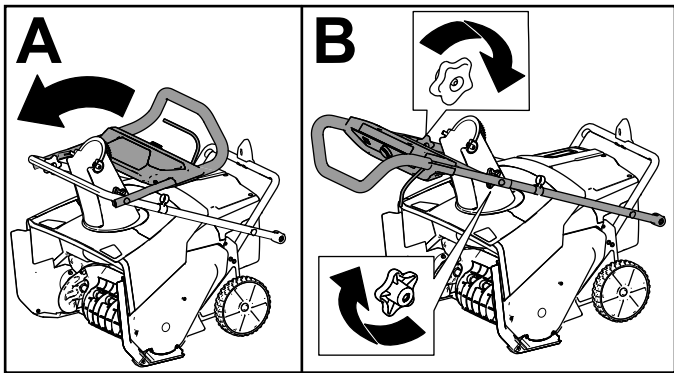

Bild 4
2. Klappen Sie den oberen Griff auf und lassen Sie die oberen Griffknöpfe einrasten (A in Bild 4).
3. Ziehen Sie die Griffknöpfe (B in Bild 4) fest.